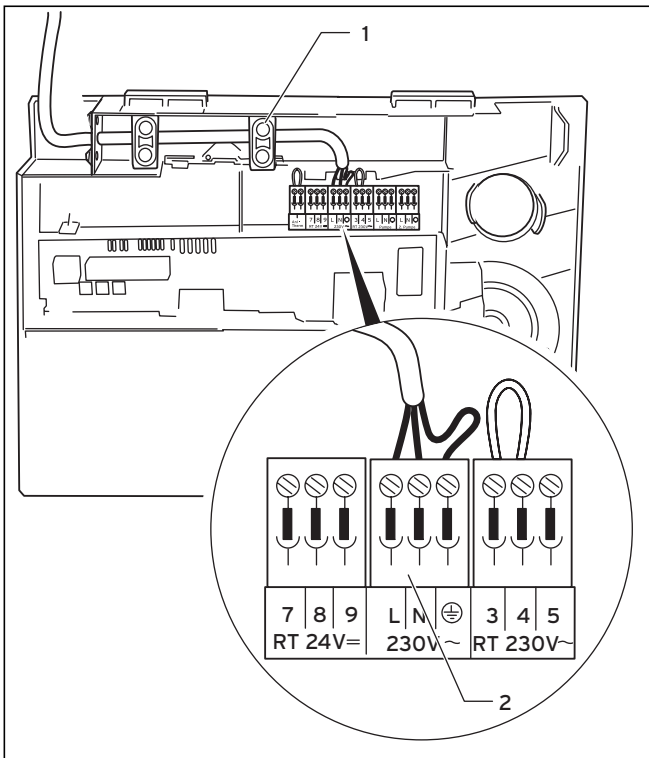

Abb. 5.7 Anschluss der Netzzuleitung
- Sichern Sie die Leitungen mit den Zugentlastungen **(1, Abb. 5.7)**.
- Verlegen Sie die Netzzuleitung zur Anschlussebene im Schaltkasten wie in Abbildung 5.7 gezeigt.
- Sichern Sie die Leitungen mit der Zugentlastung (1).
- Klemmen Sie die Netzzuleitung an den dafür vorgesehenen Klemmen ⊕, N und L des System ProE an (2).
- Sichern Sie die Leitungen mit der Zugentlastung (1, Abb. 5.7)